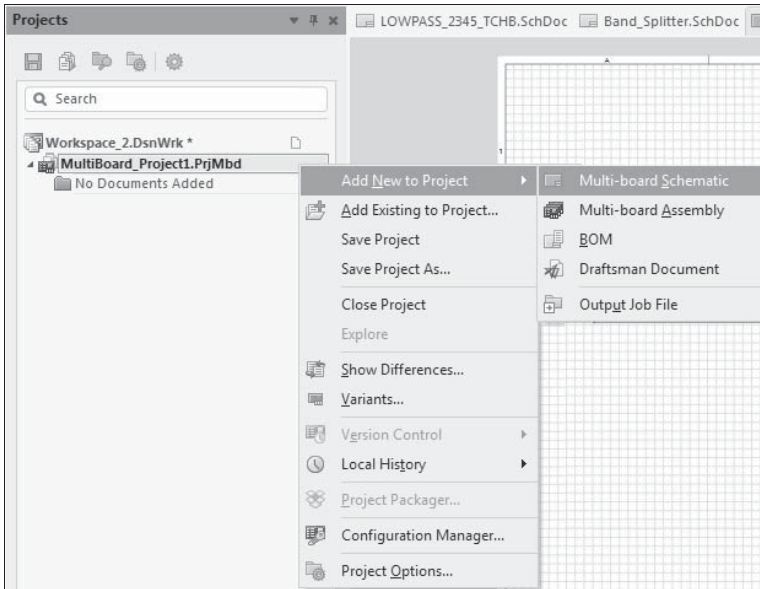

Рис. 9.2. Присоединение нового документа схемы
В результате в дереве проектов панели **Projects** образуется узел **MultiBoard\_Project1.PrjMbd** (рис. 9.2). Впоследствии как файл проекта, так и файлы схемного документа и сборки должны быть, как и предусмотрено общими правилами, сохранены под соответствующими пользовательскими именами.
Далее, по обычным правилам, следует включить в структуру проекта новый схемный документ. Для этого нужно выполнить команду контекстного меню **Add New to Project | Multi-board Schematic** (см. рис. 9.2).
13. Для просмотра структуры полного проекта щелчком на кнопке ►, расположенной в панели **Projects** слева от имени проекта (см. рис. 9.2), разверните его состав (кнопка при этом разворачивается на 90°: ▴). Аналогично, для дочерних проектов может быть развернута их структура.